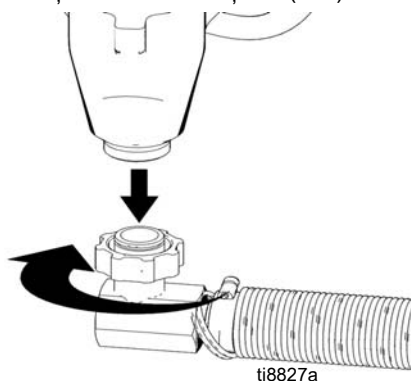

FIG. 13
3. (Fig. 13) Demontați furtunul de aspirație (114).